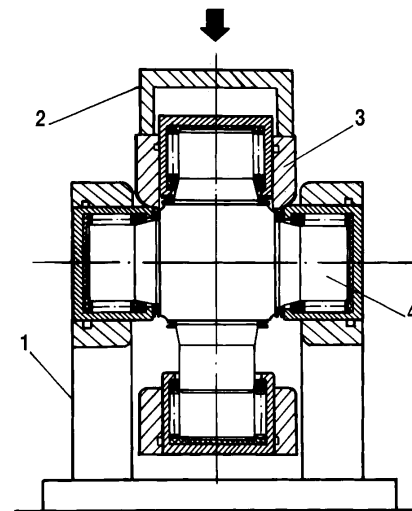

Bild 3-50. Auseinandernehmen des Kreuzgelenks:
- Die Gelenkwelle einer der Kreuzgelenkgabel an Halterung 1 (Bild 3-50) der Presse ansetzen. Durch die spezielle Hülse 2 mit Stange der Presse die andere Gabel 3 des Gelenks nach unten bis zum Anschlag an Gelenkkreuz versetzen,